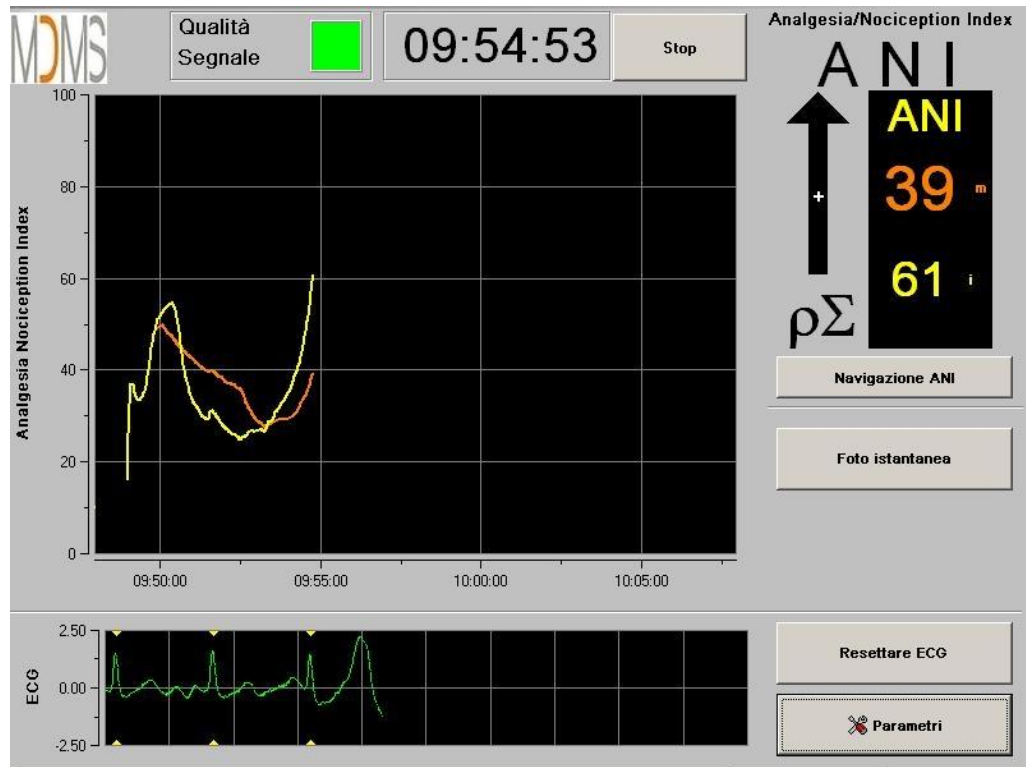

Figura 20
- **Modalità "Classico":** nessun Indice Energy, nessun pattern respiratorio (figura 20)